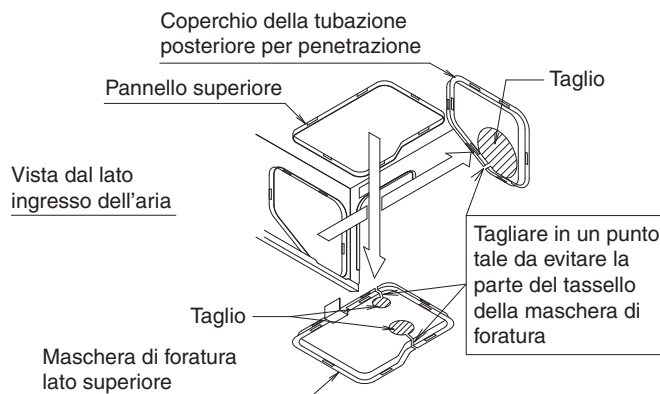
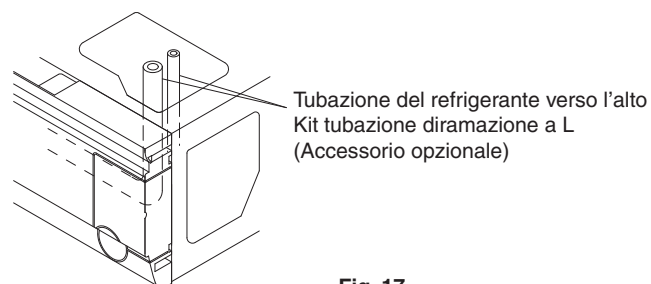
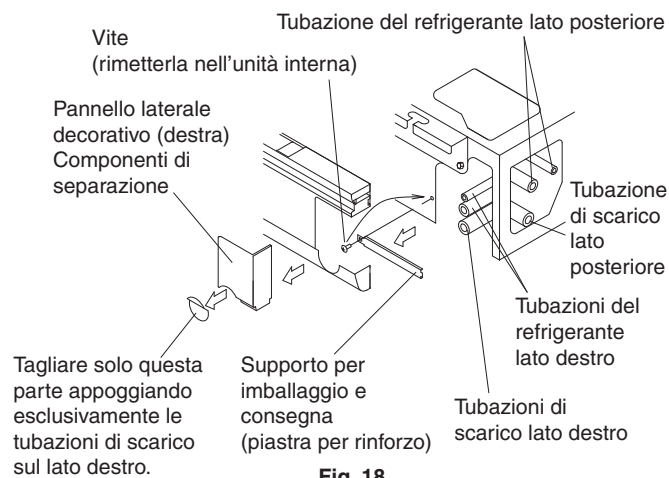
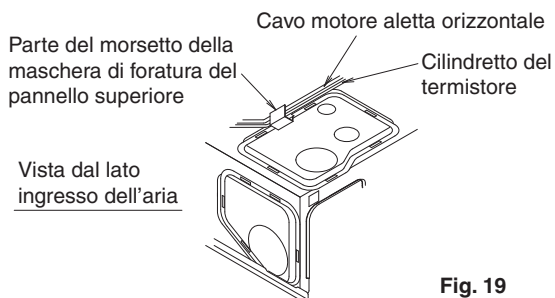

Fig. 16
Fig. 17
Fig. 18
Fig. 19
- Rimuovere il sostegno per l'imballaggio e la consegna (asse di rinforzo) prima di eseguire la posa in opera delle tubazioni del refrigerante. **(Fare riferimento alla Fig. 18)**
(Fare riferimento alla Fig. 16 e alla Fig. 18)
(Fare riferimento alla Fig. 16 e alla Fig. 17)
(3) Per le tubazioni della superficie sul lato destro
- Rimuovere il supporto per l'imballaggio e la consegna (asse di rinforzo) sulla superficie destra e riposizionare la vite nel punto originale dell'unità. (Fare riferimento alla Fig. 18)
- Praticare il foro pretranciato sul pannello laterale decorativo (destra) e collegare le tubazioni. (Fare riferimento alla Fig. 18)
- Una volta terminata la posa in opera delle tubazioni, tagliare la maschera di foratura rimossa in base alla forma delle tubazioni e installare. Inoltre, per la maschera di foratura del pannello superiore, rimossa precedentemente, posizionare il motore delle pale oscillanti e il cilindretto del termistore mediante il morsetto della maschera di foratura del pannello superiore e fissare. (Fare riferimento alla Fig. 16 e alla Fig. 19) Una volta fatto, riempire eventuali spazi tra il coperchio di foratura delle tubazioni e le tubazioni utilizzando del mastice per impedire la penetrazione di polvere nell'unità interna.
(1) Mettere in opera la tubazione di drenaggio.
- Le tubazioni di scarico possono essere collegate in base alle seguenti direzioni: Per il lato posteriore destro/destro, vedere la Fig. 18 del paragrafo "6. POSA IN OPERA DELLE TUBAZIONI DEL REFRIGERANTE", mentre, per il lato posteriore sinistro/sinistro, vedere la Fig. 21.
- Durante l'esecuzione della posa in opera delle tubazioni di scarico del lato posteriore sinistro/sinistro, rimuovere la rete di protezione. Successivamente, rimuovere il tappo del bocchettone di scarico e il materiale isolante applicato al bocchettone di scarico sul lato sinistro e applicarlo al bocchettone di scarico sul lato destro. Durante l'operazione, inserire completamente il tappo del bocchettone di scarico per evitare perdite di acqua. Dopo l'installazione del tubo flessibile di scarico (1) (accessorio), fissare la rete di protezione ripercorrendo al contrario la procedura adottata per rimuoverla.